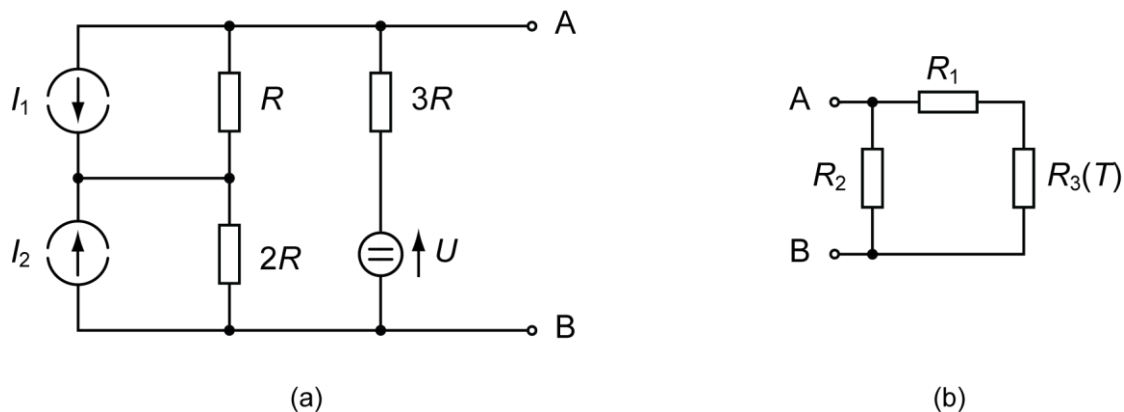

Fig. 3.1: Gleichstromschaltung (a) und Belastungsnetzwerk (b)
Gegeben ist eine Gleichstromschaltung gemäss **Fig. 3.1 (a)**, die aus den Stromquellen $I_1 = 1 \text{ A}$ und $I_2 = 5 \text{ A}$, der Spannungsquelle $U = 6 \text{ V}$ sowie drei Widerständen besteht. Der jeweilige Widerstandswert ist ein ganzzahliges Vielfaches des Grundwertes $R = 4 \Omega$.
- a) Berechnen Sie zunächst die Leerlaufspannung U_E und den Innenwiderstand R_E einer Ersatzspannungsquelle bezüglich der Klemmen A und B als Funktion von I_1 , I_2 , U und R für die Gleichstromschaltung in **Fig. 3.1 (a)**. Geben Sie anschliessend Zahlenwerte für U_E , R_E und den Kurzschlussstrom I_E dieser Ersatzspannungsquelle an. **(15 Pkt.)**
An den Klemmen A und B der Gleichstromschaltung kann ein Belastungsnetzwerk gemäss **Fig. 3.1 (b)** angeschlossen werden. Es besteht aus den beiden konstanten Widerständen $R_1 = 350 \Omega$ und $R_2 = 3 \text{ k}\Omega$ sowie dem temperaturabhängigen Widerstand $R_3(T) = 200 \Omega (1 + \alpha (T - 20^\circ \text{C}))$ mit $\alpha = 0,0041 \text{ K}^{-1}$.